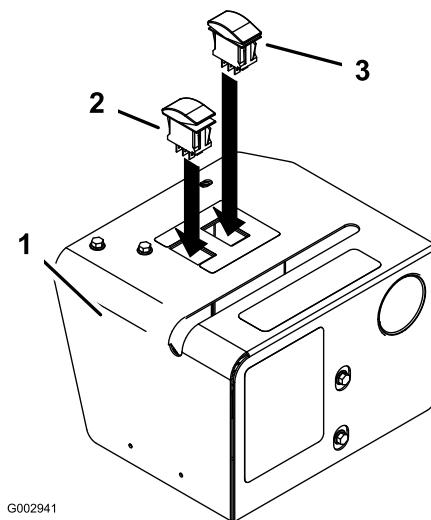

Figura 47
- Instale los dos interruptores en los huecos rectangulares de la parte superior de la tapa (Figura 47). Instale el interruptor momentáneo (un interruptor que no se queda fijo en ninguna de las dos posiciones cuando no se está pulsando) en el orificio marcado con la señal de caudal variable y los signos más (+) y menos (-).